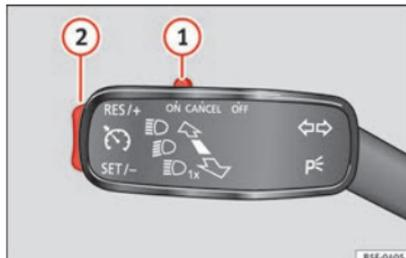

Abb. 182 Blinker- und Fernlichthebel: Schalter und Wippe für die Geschwindigkeitsregelanlage
- Bewegen Sie den Schalter »» **Abb. 182** ① nach links auf die Position **ON**.
- Drücken Sie den unteren Teil der Wippe **SET-** »» **Abb. 182** ② einmal kurz, wenn die zu speichernde Geschwindigkeit erreicht worden ist.
- Drücken Sie auf den oberen Teil der Wippe **RES+** » **Abb. 182 ②**, um die Geschwindigkeit zu erhöhen. Solange Sie die Wippe gedrückt halten, beschleunigt das Fahrzeug. Sobald Sie die Wippe loslassen, wird die neue Geschwindigkeit gespeichert.
- Drücken Sie auf den unteren Teil der Wippe **SET-** » **Abb. 182 ②**, um die Geschwindigkeit zu verringern. Solange Sie die Wippe gedrückt halten, verringert das Fahrzeug durch automatische Gaswegnahme die Geschwindigkeit. Sobald Sie die Wippe loslassen, wird die neue Geschwindigkeit gespeichert.
Wenn Sie die gespeicherte Geschwindigkeit durch Treten des Bremspedals verringern, wird die Geschwindigkeitsregelanlage deaktiviert. Sie können durch einmaliges Drücken des oberen Teils der Wippe **RES+** » **Abb. 182 ②** die Regelung wieder aufnehmen.
- Wenn der Schalter **①** ohne einzurasten in Richtung **OFF** verschoben wird.
Zur Wiederaufnahme der Regelung lassen Sie das Brems- bzw. Kupplungspedal los oder reduzieren Sie die Fahrgeschwindigkeit auf unter 180 km/h (112 mph) und drücken einmal den oberen Teil der Wippe **RES+** » **Abb. 182 ②**.
Durch Verschieben des Schalters »» **Abb. 182** ① ganz nach rechts (OFF eingearstet) bzw. durch Ausschalten der Zündung bei stehendem Fahrzeug wird das System **vollständig abgeschaltet**.